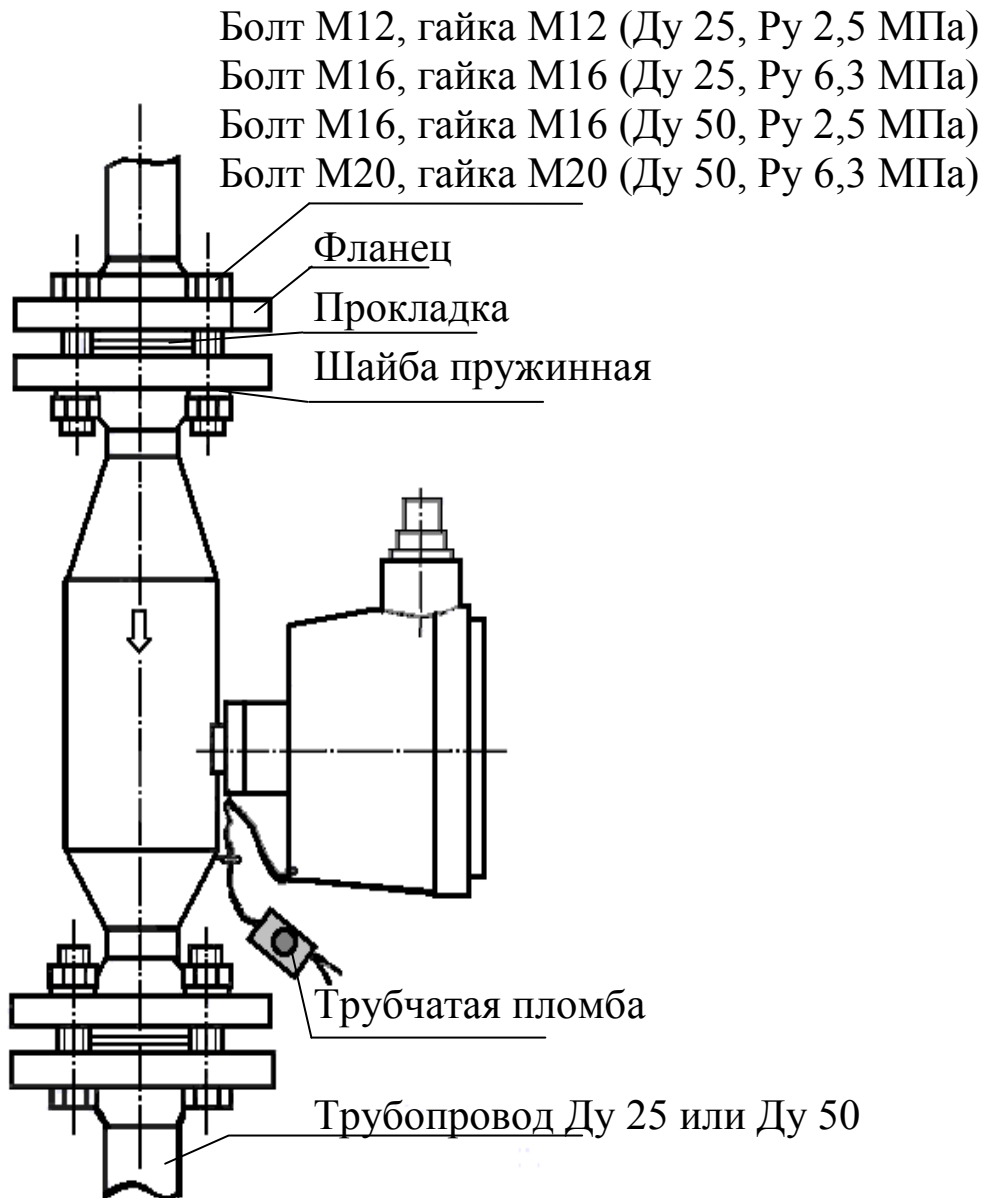

Рисунок 6
Проверить наличие маркировки на составных частях изделия путем сличения с маркировкой, указанной в п.1.7, соответствие заводских номеров составных частей изделия заводским номерам, записанным в паспорте. Проверить наличие и целостность оттиска клейма поверителя на пломбе на корпусе изделия (см. рисунок 6).
2.5.1 Монтаж и установка изделия должны производиться в соответствии с утвержденным в установленном порядке проектом, разработанным специализированной организацией с учетом требований монтажного чертежа (рисунок 6). Запрещается приступать к работе, не ознакомившись с установкой и порядком работы изделия.